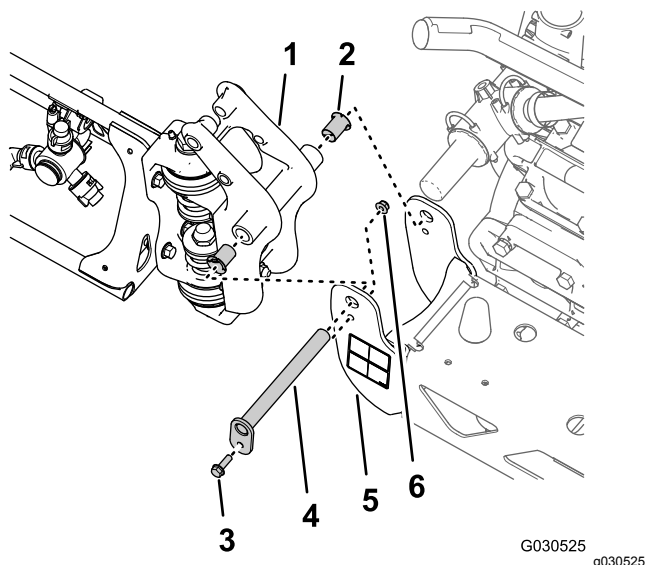

Рисунок 42
1. Удалите фланцевый болт (5/16 x 1 дюйм) и фланцевую контргайку (5/16 дюйма), которые крепят ось поворота к кронштейну оси поворота (Рисунок 42).
2. Снимите ось поворота с кронштейна оси поворота средней секции опрыскивателя и с крепления оси поворота наружной секции опрыскивателя (Рисунок 42).
3. Отделите наружную секцию опрыскивателя от средней секции опрыскивателя и снимите наружную секцию с машины (Рисунок 42).
4. Снимите 2 нейлоновые фланцевые втулки с крепления оси поворота наружной секции опрыскивателя (Рисунок 42).